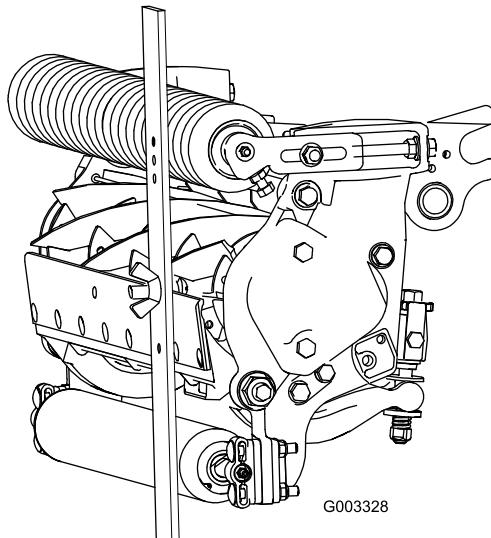

Figure 25
- Accrochez la tête de la vis sur le bord tranchant de la contre-lame et appuyez l'arrière du gabarit contre le rouleau arrière (Figure 25).
- Tournez la vis de réglage jusqu'à ce que le rouleau avant touche le gabarit (Figure 25). Réglez les deux extrémités du rouleau jusqu'à ce que celui-ci soit parfaitement parallèle à la contre-lame.